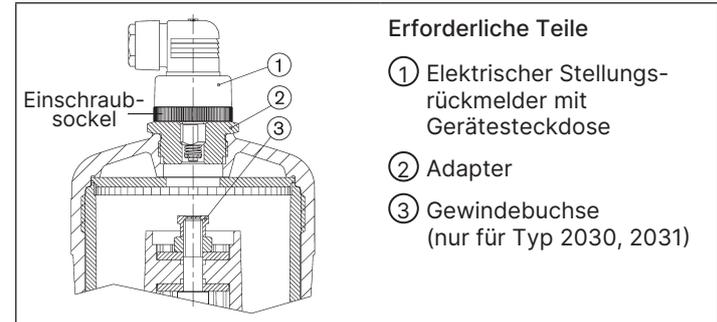

Abb. 12: Antriebsgröße 100, 125 (Ø in mm) mit elektrischem Stellungsrückmelder
- Adapter (2) anstelle der Klarsichthaube auf den Antrieb schrauben (siehe „Abb. 12“).
- Elektrischen Stellungsrückmelder (1) in den Adapter (2) schrauben, dabei den Hinweis in Kapitel „11“ beachten.